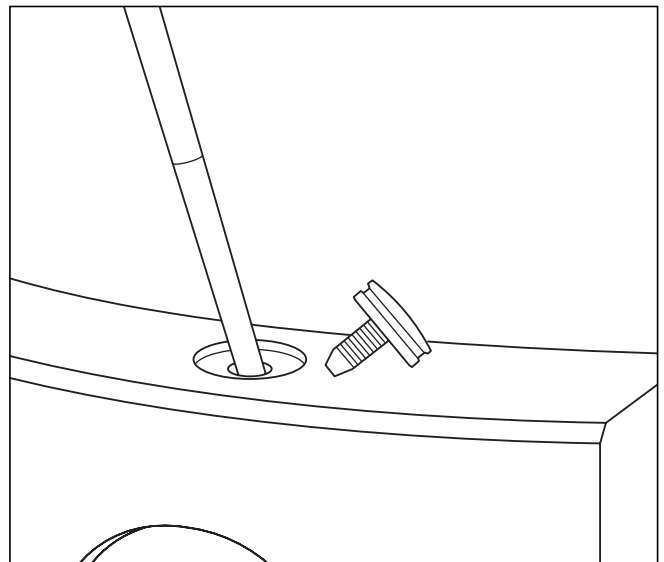

Fig. 8.11 Retrait de la fermeture à ressort
- Appuyez sur le ressort situé sous l'alésage, par exemple avec un tournevis (voir fig. 8.11).
- Appuyez sur le ressort situé sous l'alésage, par exemple avec un tournevis. (voir fig. 8.11).